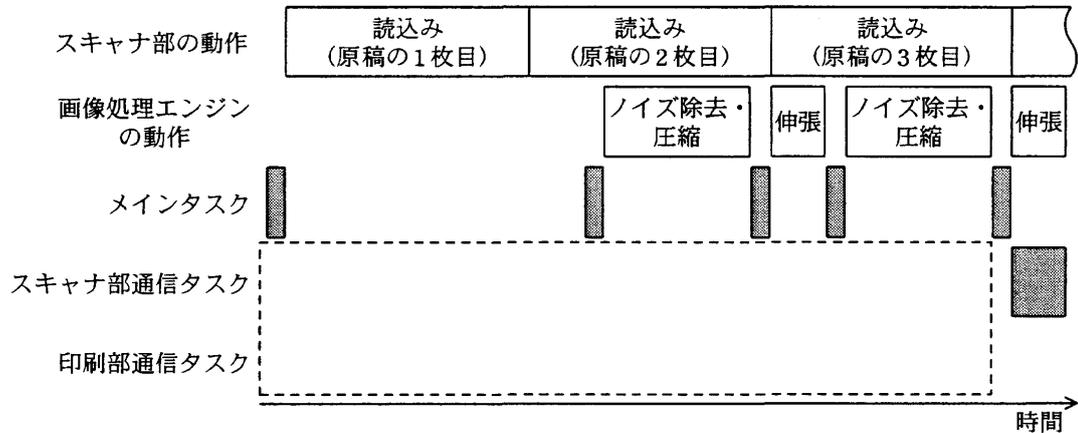

図2 コピー開始操作後の主要なタスクのスケジュール
- (1) タッチパネル操作を行った場合に、メインタスクを経由せずに、操作タスクから表示タスクに直接送りたい情報がある。それはどのような情報か。40字以内で述べよ。
- (2) 図2に、コピー開始操作後の、スキャナ部と画像処理エンジンの動作、及び主要なタスクのスケジュールを示す。図2中の破線で囲まれた部分を埋め、図2を完成させよ。